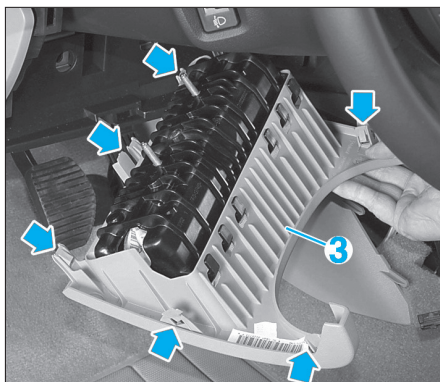

Fig. 5
- Dégrafer puis dégager l'airbag genoux conducteur (3) (Fig.5).